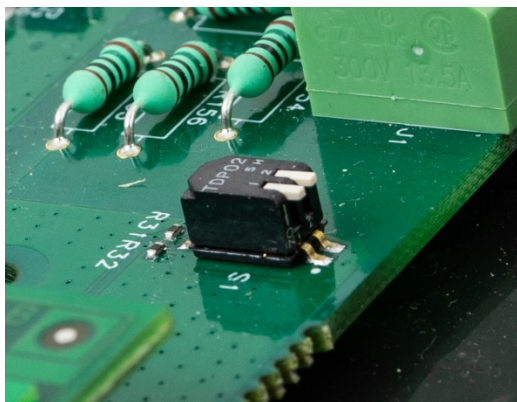

Figura 4-9: Interruptores de metrología SW1-1 y SW1-2, ambos APAGADOS
5. Regrese SW1-1 y SW1-2 a APAGADO, como se muestra en la **Figura 4-9**.